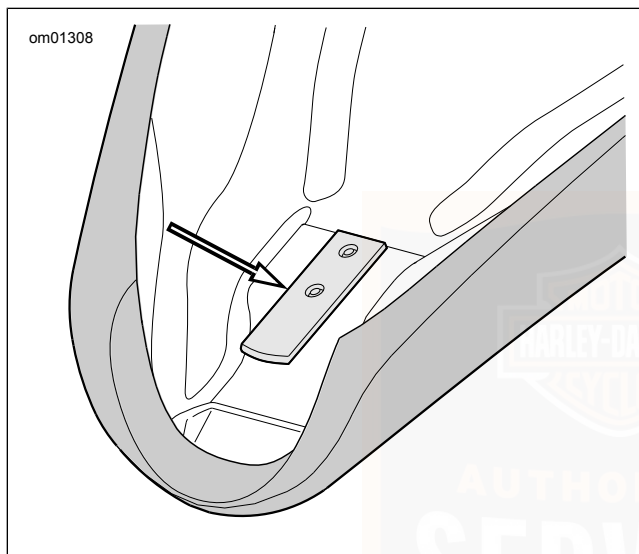
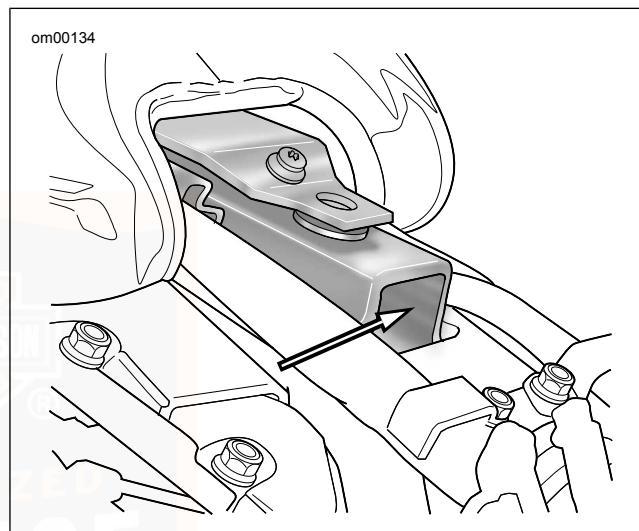

Abbildung 76. Sitzzunge (typisch)
Abbildung 77. Rahmenrücken
Siehe Abbildung 76 und Abbildung 77. Der Sitz verfügt über eine Zunge, die in einen Schlitz an der Rahmenrückseite eingreift. Das entsprechende Verfahren für das vorliegende Motorradmodell zum Ein- oder Ausbau des Sitzes befolgen.
2. Siehe Abbildung 76 . Den Sitz nach hinten drücken, um die Zunge (2) an der Vorderseite des Sitzes aus dem Schlitz oder der Halterung im Rahmenrücken zu lösen.